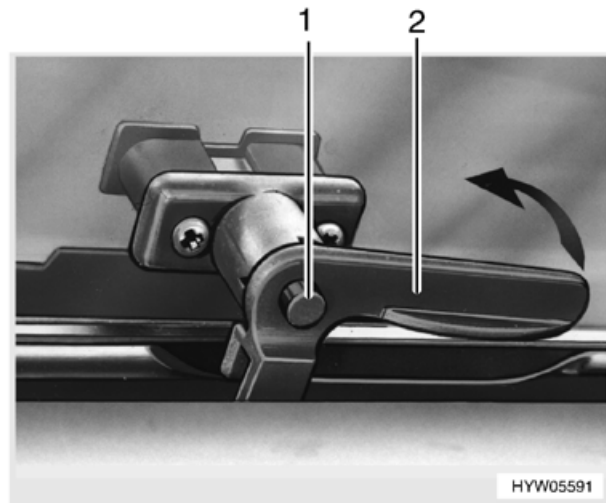

Fig. 17 Finestra apribile, maniglia chiusa
- Premere il bottone di sicurezza (Fig. 17,1).
- Girare in posizione verticale la maniglia (Fig. 17,2) della finestra.
- Girare in posizione orizzontale la maniglia della finestra (Fig. 17,2).